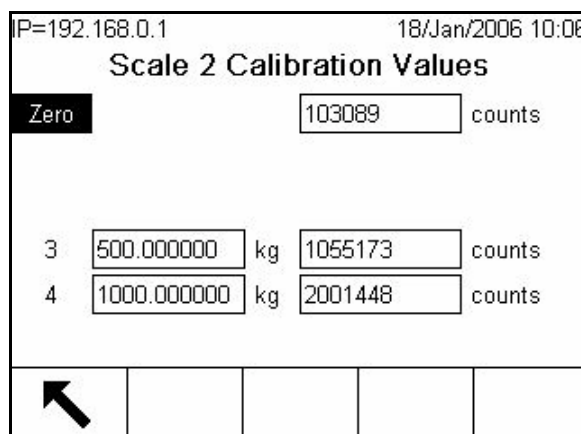

Figura 3-19: Schermata dei valori di taratura, zero evidenziato
- Calibration Values (Valori di taratura): visualizza i valori attuali di taratura della bilancia (Figura 3-19). Se dopo una taratura della bilancia tali valori vengono registrati e la PCB di canale della bilancia viene successivamente sostituita, è possibile immettere manualmente qui i valori della taratura per "trasferire" i valori della taratura precedente alla nuova PCB di canale della bilancia. Questa funzione non è disponibile con basi IDNet.